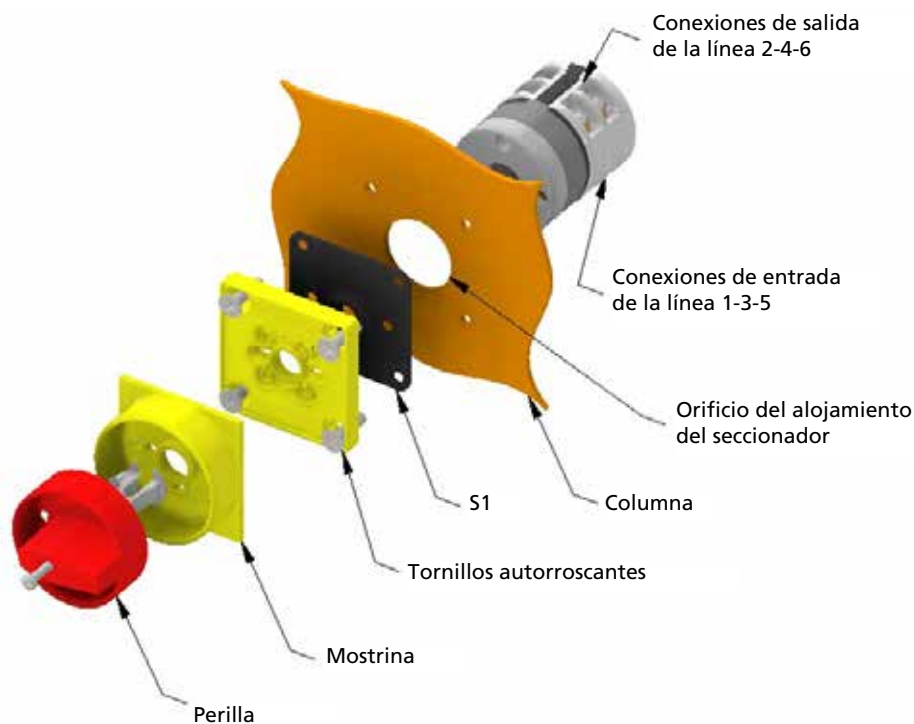

fig.58
- ▶ Lleve a cabo la conexión de la instalación de tierra, en la estructura de la grúa, en correspondencia con los puntos de toma específicos (fig. 58).